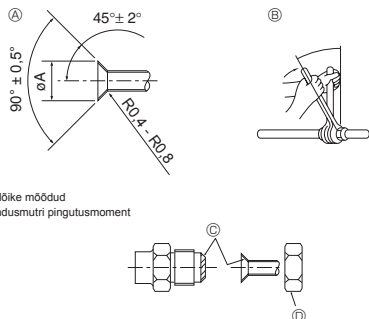

Fig. 5-1
Ⓐ (Fig. 5-1)
Ⓑ (Fig. 5-1)
5.2. Ühendustorud (Fig. 5-1)